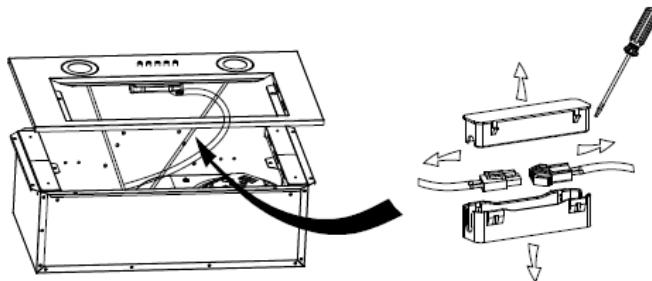

Рис. 5
6. Откройте коммутационный короб лампы подсветки и отключите клеммы лампы. См. рисунок 5.